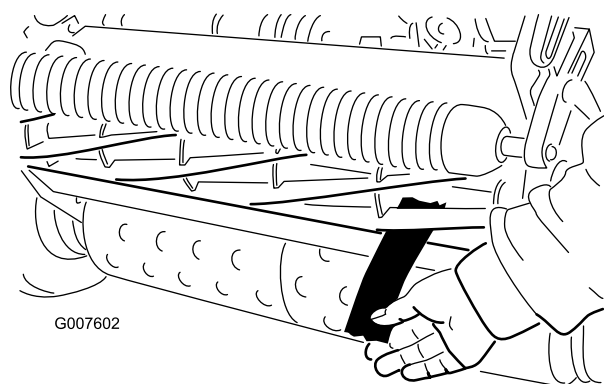

Figura 46
12. Testate le performance di taglio inserendo una lunga striscia di carta per le performance di taglio tra il cilindro e la controlama, perpendicolarmente alla controlama (Figura 46). Lentamente ruotate il cilindro in avanti; dovrebbe tagliare la carta.